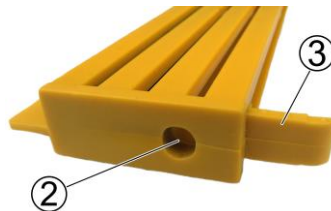
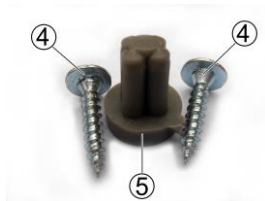

Рис.2
Рис. 3
2. Заглушка отвору для відводу трутнів – 1 шт. (рис. 3)
1. По мірі виявлення павутиння або іншої засміченості просвітів нижньої або верхньої гребінок ЛПРС-1, необхідно від'єднати першу складову роз'ємного корпусу (рис.2) і одним із стрижнів консольного кріплення (позиція 2) очистити просвіти гребінок і тунелю.
4. Вставити заглушку 5 (Рис. 3) в отвір 2 (Рис. 2) обмежуючи вихід трутнів.